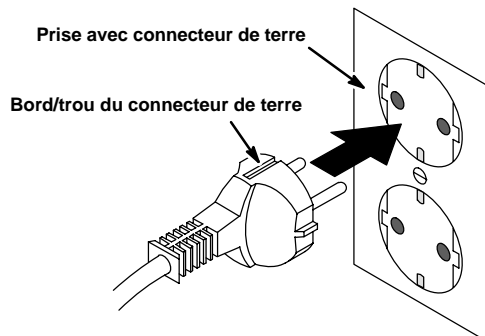

FIG. 8
1. Branchez le câble d'alimentation sur une prise murale mise à la terre (Figure 8).